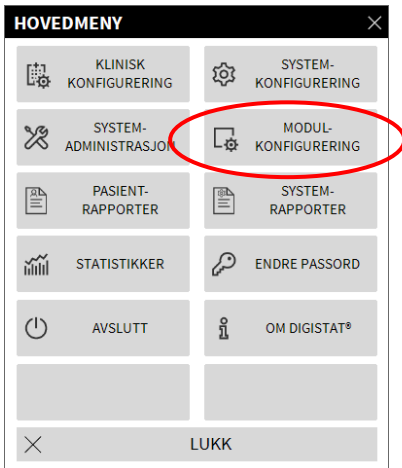

Fig. 136
Følgende meny vises (Fig. 136).
- Klikk på **MODULKONFIGURERING** angitt i Fig. 136.